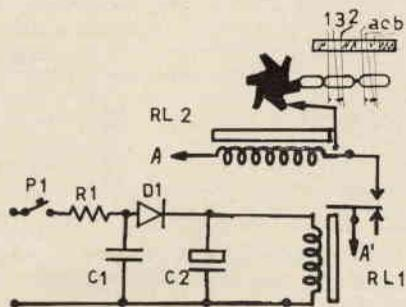
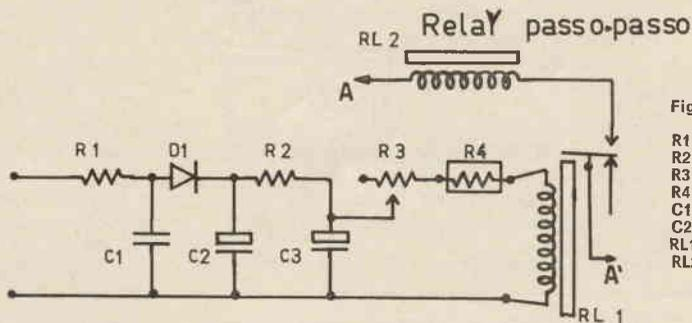

Figura 2 - Cambioprogramma a relay; comando a distanza tramite pulsante P1
Figura 3 - Comando senza fili, con impulso luminoso
Un relay passo passo (vedi fotografia) è costruito in modo che ogni impulso di tensione faccia ruotare una camma che chiude le coppie di contatti opportune (figura 2). Avremo così le commutazioni necessarie. Potremo comandare questo relay nei due modi seguenti:
- Mediante fotoresistenza (figura 3)
Gli elementi di figura 2 e figura 3 differiscono di poco, l'unica differenza essenziale consiste nel fatto che mentre per comandare il relay di figura 2 ci dovremo servire di un cavetto bipolare di lunghezza opportuna, per quello di figura 3 ci sarà necessaria una piccola torcia elettrica che ci darà l'impulso di luce necessario a far sì che la fotoresistenza R4 faccia passare l'intensità di corrente sufficiente all'eccitazione di RL1 che a sua volta comanda l'eccitazione di RL2 permettendo così il rapido passaggio da un programma all'altro. La sensibilità della fotoresistenza alla luce verrà regolata ai valori opportuni con l'aiuto del potenziometro R3.
I numeri e le lettere con cui sono stati indicati i terminali di RL2 a figura 2 indicano come i collegamenti vanno fatti poiché (figura 1) i cavetti sono stati numerati in modo analogo.
- C1 come figura 2
- C2-C3 come figura 2
- RL2 come figura 2